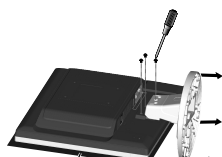

Figure R.1
2. Placez le moniteur face vers le bas sur une surface non abrasive (**Figure R.1**).
3. Retirez les 3 vis fixant le moniteur à son support et enlevez le support comme indiqué (**Figure R.1**).
1. Placez le moniteur face vers le bas sur une surface non abrasive (**Figure R.1**).